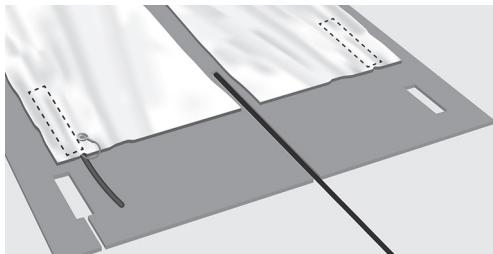

Fig. 8. Utskjæring i underlaget
**8.** Når varmematten eller varmemattene er installert i henhold til tegningen, er det på tide å lage utskjæringer i underlaget for å gjøre plass til skjøttene i varmematten (Fig. 8). I starten av varmematten der den kalde kabelen kommer inn i varmematten, er det en utbuling på varmematten. Marker plasseringen av denne på underlaget +5 mm på hver side og fjern underlaget med en